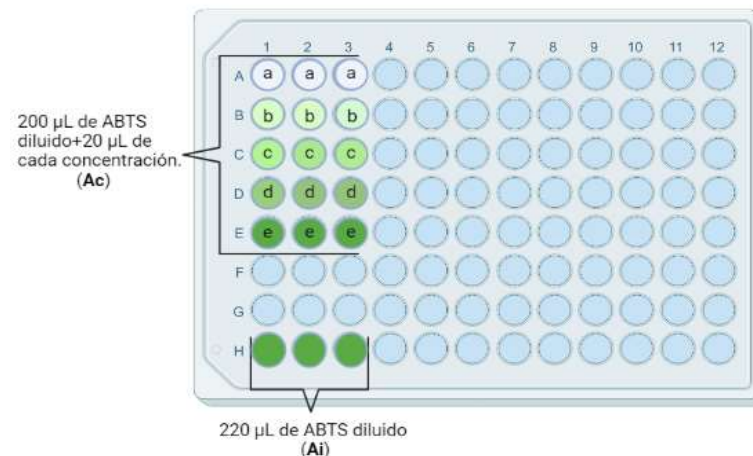

Figura 2. Ejemplo de placa de 96 pozos con un compuesto.
5. En una placa de 96 pozos colocar 20 µL del compuesto a diferentes concentraciones en 3 pozos (a, b, c, d y e) más 200 µL de ABTS diluido, siendo un total de 15 pozos. Con ellos se obtendrá la absorbancia que corresponde a **A_c**. (Ver figura 2).